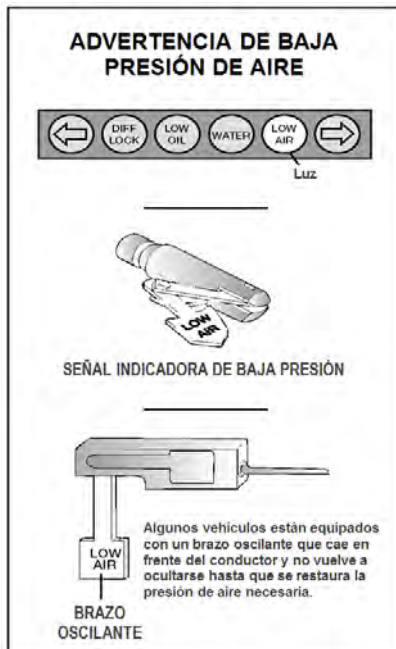

Figura 5.5
**Pruebe la señal indicadora de baja presión.** Apague el motor cuando tenga suficiente presión de aire de manera que la señal indicadora de baja presión no esté encendida. Encienda la corriente eléctrica y pise y suelte el pedal de freno para reducir la presión del tanque de aire. La señal indicadora de baja presión de aire debe encenderse antes de que la presión baje a menos de 60 psi en el tanque de aire (o en el tanque con menor presión si se trata de sistemas duales de frenos de aire). Ver la figura 5.5.